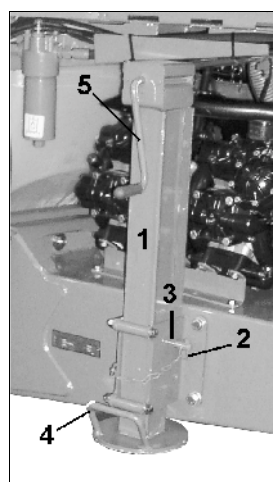

Рис. 41
- Механическая опорная стойка (Рис. 41).
1. Отсоедините палец с пружинной защелкой (Рис. 41/2).
2. Извлеките крепежный палец (Рис. 41/3).
3. Поднимите/опустите опорную стойку при помощи рукоятки (Рис. 41/4).
5. Опустите/поднимите опорную стойку при помощи рукоятки (Рис. 41/5).